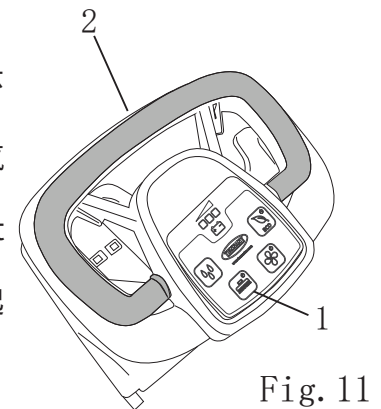

Fig. 11
- 按下地刷开关（图11，编号1）。
- 启动地刷操作杆（图11，编号2）数秒，此时地刷自动安装在带动爪上。如果地刷没装好，请把地刷卸下来并重新定中心位，再重复启动地刷马达来尝试安装。
- 按下地刷开关（图11，编号1）数秒，此时机器将自动执行地刷脱离。